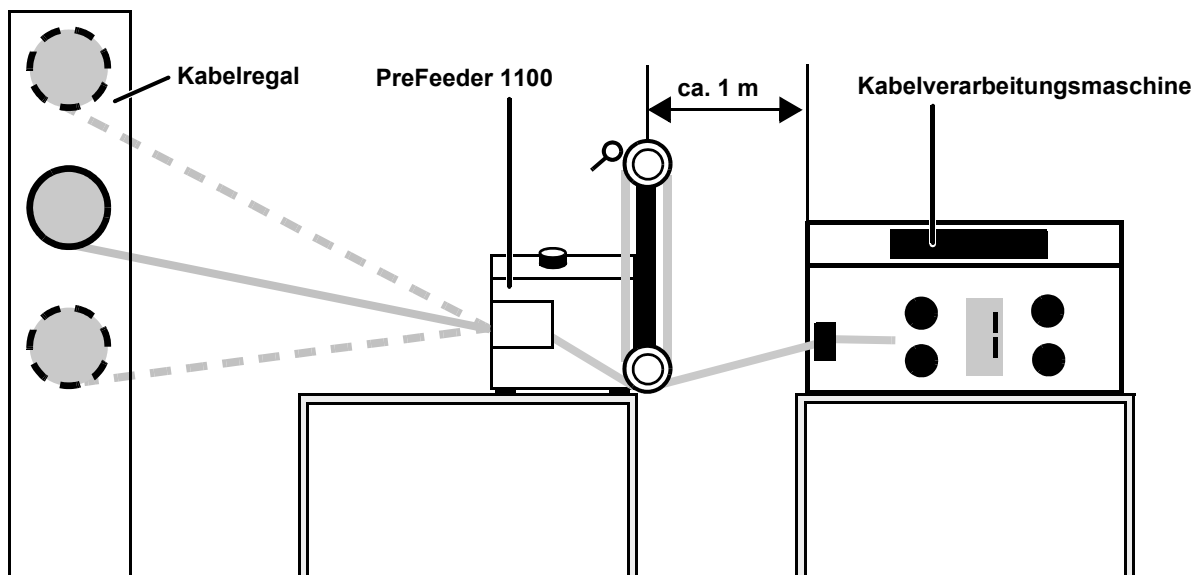

Bild 15: *PreFeeder 1100* im Kabelregalbetrieb
- Stellen Sie den *PreFeeder 1100* im Abstand von ca. 1m auf einen stabilen, ebenen Untergrund neben die Kabelverarbeitungsmaschine, wie in Bild 15 gezeigt.